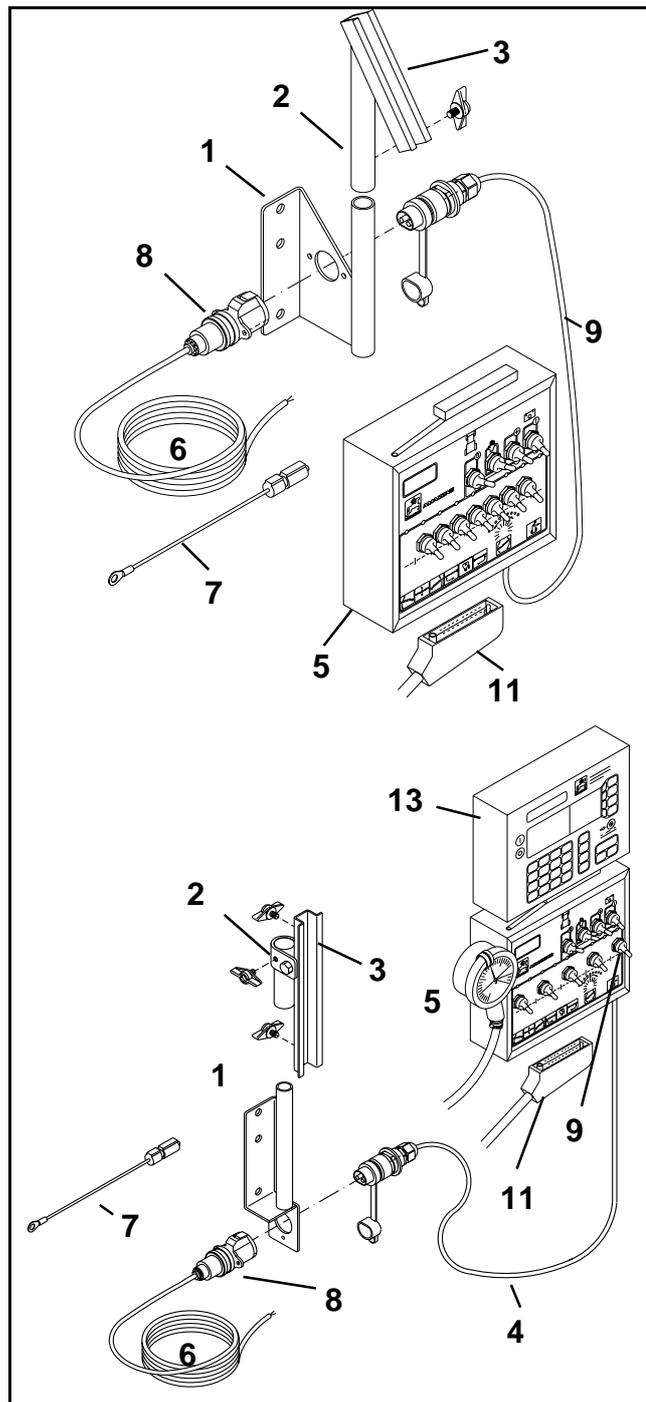

Fig. 4.1
- Ajustar tomacorriente tripolar (Fig. 4.1/8) en la consola básica (Fig. 4.1/1).